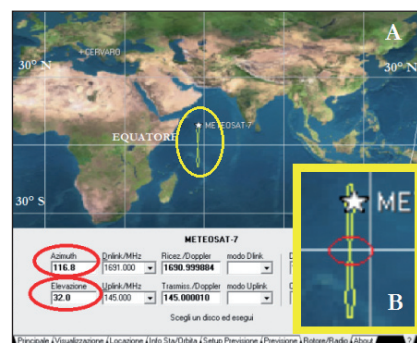
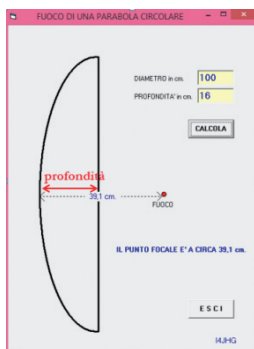
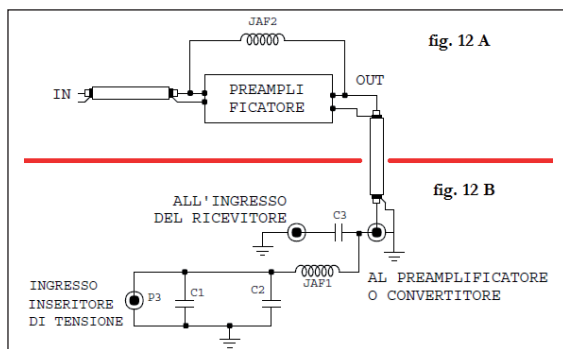

Fig. 9 - Meteosat-7
Fig. 11
Fig. 12
bili in rete, adatti alla bisogna, rende tutto più facile. RADIOU-TILITARIO lo trovate qui: <http://www.ari-scandiano.org>. Non deve essere installato; basta solo scompararlo. Poi, seguendo il percorso ANTENNE > PARABOLE > FUOCO PARABOLA CIRC. arrivate alla finestra di fig. 11, in cui io ho aggiunto solo l'indicazione della profondità. Basta inserire i dati relativi al diametro e alla profondità della parabola e sulla stessa finestra appare la distanza del fuoco. A questa distanza deve trovarsi la parte dorsale dello schermo dell'illuminatore. Bene, possiamo procedere al puntamento; seguendo il procedimento che vi consiglio più avanti, l'operazione risulterà molto semplice. Per la ricezione, sono possibili varie combinazioni: 1) convertitore da 1691 MHz a 134 MHz (immediatamente dopo l'illuminatore), seguito da un ricevitore (in stazione) dedicato a questa frequenza; 2) il convertitore (come prima) seguito da qualunque chiavetta SDR; 3) ricezione diretta del segnale a 1691 MHz, con una chiavetta SDR ma a **condizione che abbia nel circuito il tuner E4000**, perché è l'unico capace di lavorare a questa frequenza (e anche di più). Va da sé che, per la ricezione con la sola chiavetta USB è indispensabile una "sostanziosa" preamplificazione del segnale di almeno 50 dB. Si tratta di una amplifica-
zione di tutto rispetto, 300 volte, per cui saranno necessari 2 o 3 preamplificatori in cascata; di cui il primo, come al solito, va sistemato immediatamente dopo l'illuminatore. L'altro (o gli altri) distanziati con $1 \div 1,5$ m di cavo coassiale. Condizione fondamentale è che almeno il primo preamplificatore abbia una cifra rumore non superiore a $0,8 \div 1$ dB e un guadagno minimo di $20 \div 25$ dB; ma la condizione circa la cifra di rumore, del resto, vale anche per il convertitore, visto che abbiamo a che fare con un segnale non particolarmente forte. Sia che usiamo la seconda oppure la terza combinazione, il converter o il preamplificatore devono essere alimentati a parte (con un ricevitore dedicato, questo provvede anche all'alimentazione). Volendo destinare a questo scopo lo stesso cavo coassiale utilizzato per la radiofrequenza, dobbiamo servirci di un circuito come quello di fig. 12 B. Dopo avere installato la parabola ($\varnothing$ minimo 100 cm) e il preamplificatore o il convertitore, passiamo al puntamento. Prima però è importante sapere che Meteosat-7 non trasmette con continuità le immagini, ma anche negli intervalli di silenzio, troverete sempre la "portante", anche se di intensità ridotta. Ciò permette (in teoria) di effettuare le operazioni di puntamento quando vi pare. La precisazione "in teoria" comporta una spiegazione indispensabile. Meteosat-7, nell'arco delle 24 ore giornaliere, effettua il movimento che in fig. 9 (schermata del programma ORBITRON, opportunamente adattata
15), notate quanto siano differenti. Questo ci porta a concludere che in questo caso particolare il programma SMWLINK ci serve per determinare la rotazione dell'illuminatore, mentre per ciò che riguarda latitudine e longitudine, il satellite tracker ORBITRON sicuramente consente una precisione che il primo non ha. ORBITRON, infatti, fornisce sempre le giuste coordinate. Tornando alla fig. 9, potete notare nell'ingrandimento in "B", che la stabilità maggiore si ha quando il stellite si trova in prossimità dell'equatore; quindi, anche se in teoria il puntamento della parabola può essere effettuato in ogni momento, è preferibile effettuarlo quando Meteosat-7 si trova a 0° di latitudine, perché, grazie all'assenza di "sbondamento", è garantita una ricezione molto più duratura ed efficace. Come strumento di misura per il puntamento, possiamo servirci di una delle tante chiavette SDR. Una qualunque, se c'è il convertitore; esclusivamente una con il **tuner E4000**, se invece c'è il preamplificatore. Come esempio usiamo i dati relativi al mio caso. Prima di tutto è necessario sistemare l'illuminatore in modo che lo schermo si trovi alla distanza focale di 39 cm (fig. 11). Dopo di ciò, sistemate provvisoriamente il disco in posizione parallela al terreno: inclinazione 0°; appoggiate un misuratore di inclinazione (inclinometro) sul lato lungo superiore dello schermo dell'illuminatore e, guardandolo di fronte, ruotate quest'ultimo di 38° in senso orario. (figg. 2 e 10 B). Terza operazione: servendovi di una barra di qualsiasi materiale, purché dritta, e del misuratore di
Elenco componenti fig. 12
con il software per mezzo della funzione MIXER di windows. Torniamo alla fig. 12. Sia l'eventuale convertitore, sia il preamplificatore sono predisposti per l'alimentazione via cavo coassiale. Ma se dobbiamo inserire un secondo amplificatore in serie al primo, distaccato con $1 \div 1,5$ m di cavo coassiale, sorge la necessità di far proseguire l'alimentazione, "scavalcando" il secondo amplificatore, comunemente definito "amplificatore di linea". Questa funzione può essere ottenuta semplicemente come mostra la fig. 12A. Basta inserire un'induttanza fra l'ingresso e l'uscita dell'amplificatore di linea. In tal modo, la tensione, oltre ad alimentare l'amplificatore, si reimmette nel cavo coassiale e va ad alimentare anche il preamplificatore. Naturalmente, questo accorgimento non deve essere messo in atto né con il primo preamplificatore, né con l'eventuale convertitore. Per quanto riguarda lo schermo dell'illuminatore. Va bene della rete i cui quadrati (a anche rettangoli), possono avere qualunque dimensione, purché il lato sia molto inferiore alla lunghezza d'onda; orientativamente: un paio di centimetri al massimo. Ovviamente, è ottimo anche del lamierino di alluminio o altro materiale inossidabile.